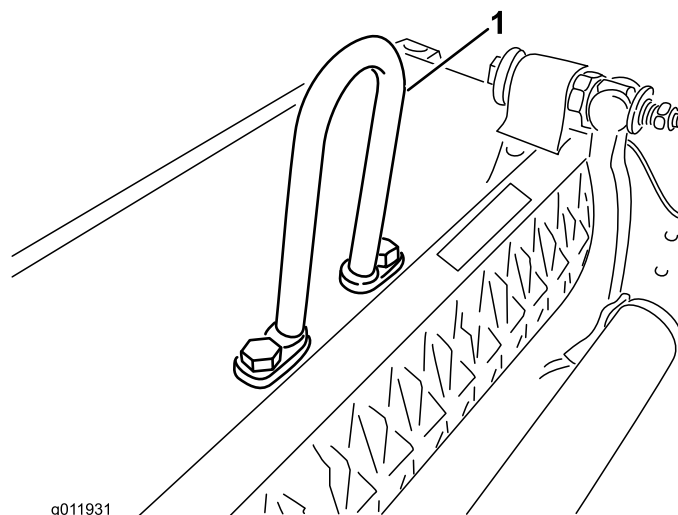

Figura 5
**Nota:** Apriete las contratueras a 34–40 N-m (25–30 pies-libra) (Figura 5).